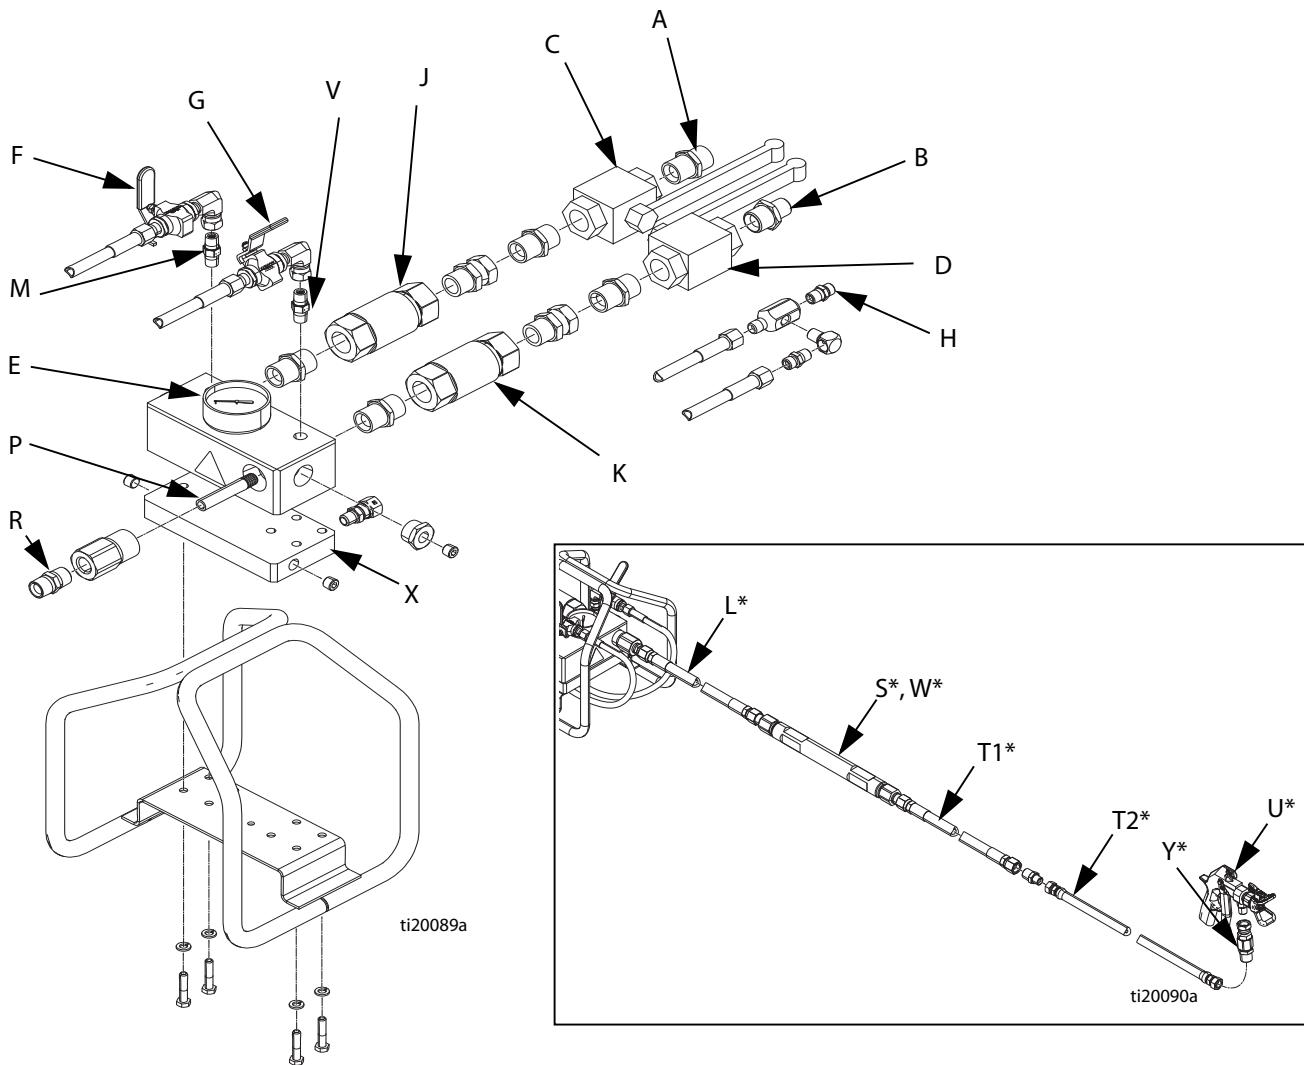

Рис. 1. Стандартная установка
Для настройки (см. РИС. 1 на стр. 6) выполняйте приведенные ниже рекомендации.
См. РИС. 1, стр. 6. Впускные отверстия для жидкостей А и В оборудованы обратными клапанами 3/4 дюйма, шаровыми клапанами и фитингами 3/4 дюйма x 3/4 дюйма npt и фитингом 3/4 дюйма x 1/2 дюйма. Подключите шланги подачи жидкости 3/4 дюйма и 1/2 дюйма npsm(f) с помощью двух ниппелей с переходниками.
См. РИС. 1, стр. 6. Подключите линию подачи растворителя от насоса для растворителя к впускному клапану для подачи растворителя (Н) 1/4 npt(m). Используйте заземленный, разрешенный к применению компанией Graco шланг, совместимый с максимальным рабочим давлением жидкости в насосе для растворителя. Выбранный растворитель должен быть химически совместим с материалом внутренней оболочки шланга.
См. РИС. 1, стр. 6. Подключите интеграторный шланг (L) с внутренним диаметром 12 мм и длиной 0,6 м (минимум) к выпускному отверстию для жидкости в смесительном коллекторе (R). Затем подключите статический смеситель (S) и смесительный шланг (T1) к интеграторному шлангу (L) 1/2 npt(f). Затем подключите оплетенный шланг подачи жидкости (T2) к смесительному шлангу, а пистолет – к оплетенному шлангу.
См. РИС. 1, стр. 6. Коллектор XM PFP оборудован алюминиевой пластиной толщиной 2,54 см с латунным компрессионным фитингом для полиамидного шланга с внешним диаметром 1/2 дюйма и внутренним диаметром 3/8 дюйма. Пластина используется для циркуляции нагретой смеси воды и гликоля для нагревания коллектора.